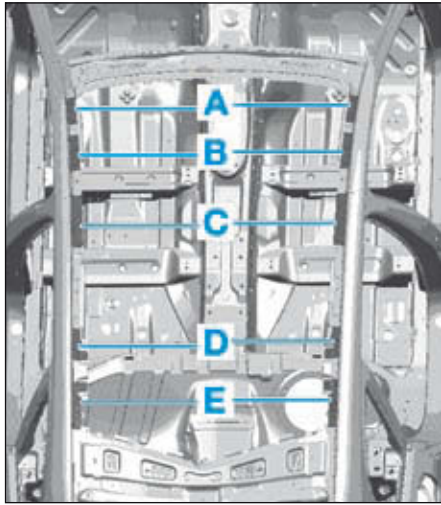

FIG.77
- Percer des trous de  $\varnothing$  5 mm aux emplacements repérés dans le cadre de pavillon (Fig.77) :